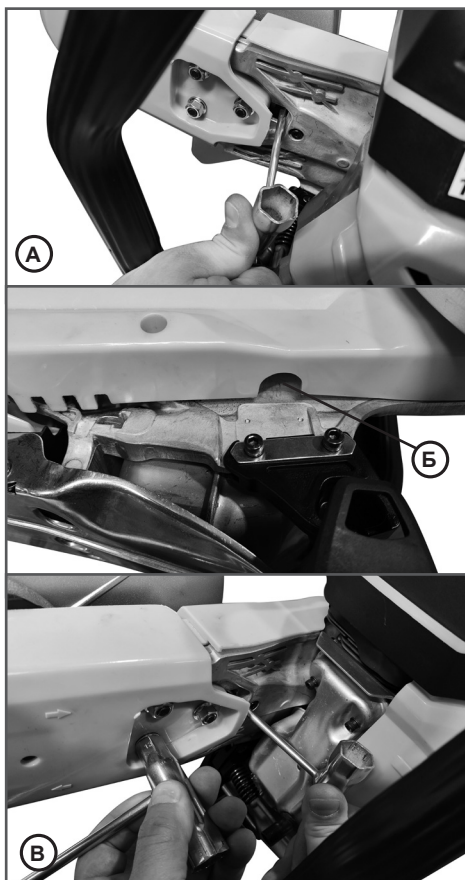

Рис. 24 Натяжение ремня в положении режущего узла снаружи
3. Установить отвертку комбинированного ключа как показано на Рис. 24А и, нажав правой рукой, натянуть ремень.
4. Средний палец левой руки поместить в контрольное отверстие крышки кронштейна (Рис. 24Б) и проверить натяжение ремня.
5. Не отпуская первый ключ, вторым комбинированным ключом затянуть гайки крепления крышки режущего узла (Рис. 24В).